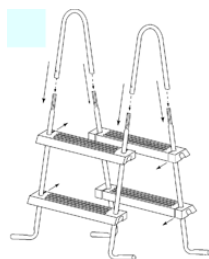

Abb. 19
- Schieben Sie in gleicher Weise jeweils die zweite Leiterstufe über die Leiterbeine und führen Sie hinunter bis zum oberen Löcherpaar. Innen- und Außenteil der Leiter verbinden Sie, indem Sie jeweils einen Leiterbogen (Teil 15) auf die Leiterbeine stecken. (**Abb. 19**)